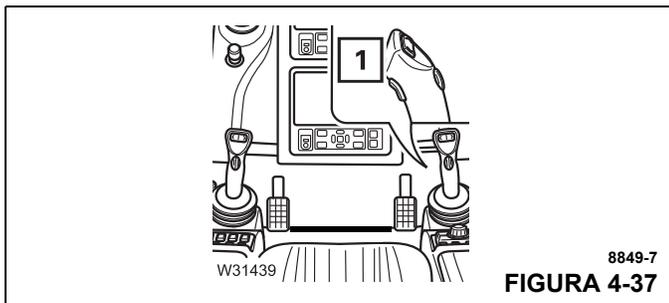

FIGURA 4-37
- Oprima y mantenga oprimido el interruptor de hombre muerto derecho (1, Figura 4-37) y eleve lentamente el aparejo de gancho.